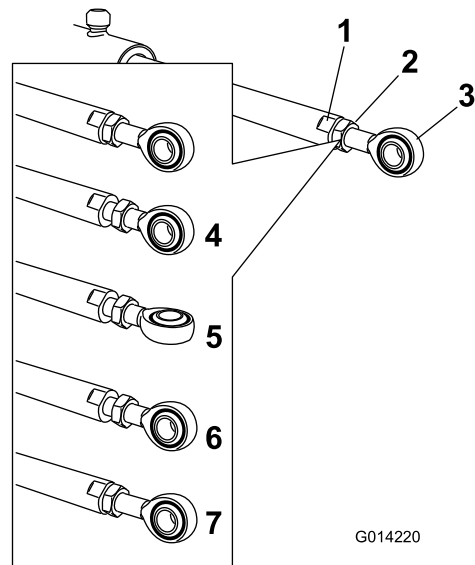

Bild 35
5. Arretieren Sie die flachen Seiten der Aktuatorstange mit einem Schraubenschlüssel und lösen Sie dann die Klemmmutter, damit Sie die Ösenstange manipulieren können (Bild 35).
6. Drehen Sie die Ösenstange in der Aktuatorstange, um den ausgefahrenen Aktuator auf die gewünschte Stellung zu verlängern oder zu verkürzen (Bild 35).